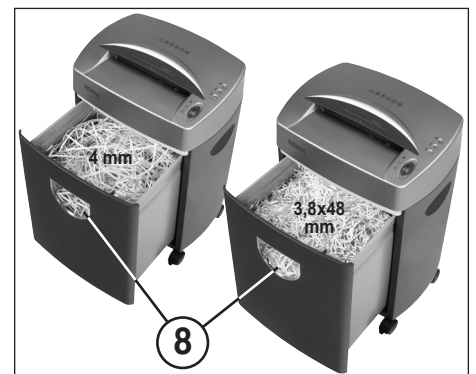

Рис. 3
**ОПУСТОШЕНИЕ ПРИЕМНОЙ КОРЗИНЫ (рис. 3):**
Когда измельченный материал виден в контрольном окне индикации заполнения (8) (рис. 3), необходимо опорожнить приемную корзину.